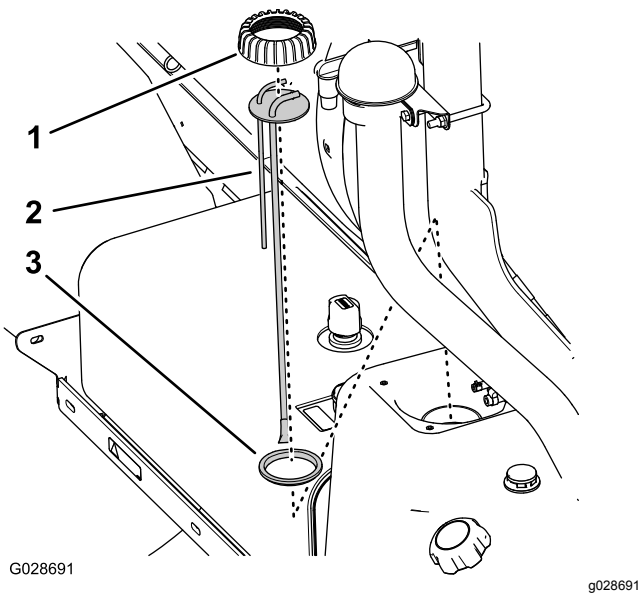

图77
5. 逆时针旋转立针管帽取下立针管帽 图77。
6. 从油箱上提起燃油立针管/传感器组件图77。
1. 将立针管帽装到立针管上然后将立针管放到密封件上图77。
2. 将立针管帽、立针管和密封件与油箱对齐将新的立针管组件小心插入油箱图77。
3. 将立针管帽螺到油箱颈上然后用手拧紧立针管帽图77。